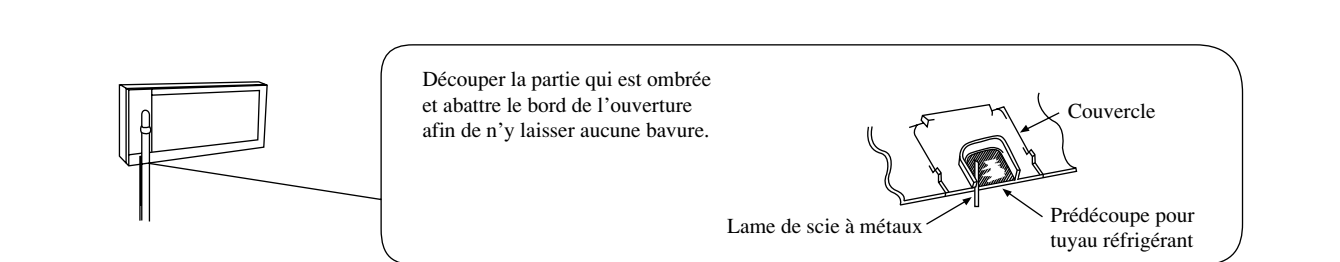

Fig. 3-6
(2) Si les tuyaux de réfrigération sont installés en dessous, du côté droit ou du côté gauche, retirer la bague et insérer les tuyaux (Figure 3-6).